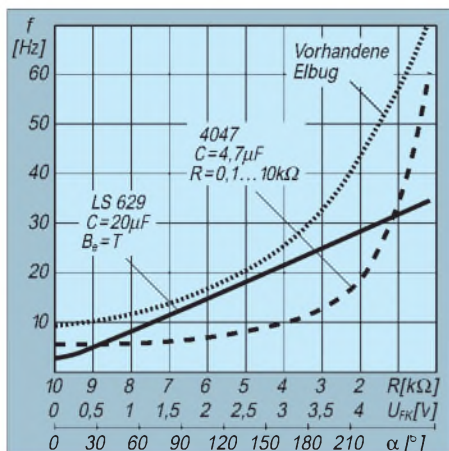

Bild 4: Taktfrequenz in Abhängigkeit von Widerstand und Drehwinkel für die beiden beschriebenen Taktgeber und einen weiteren mit 74 LS 13
Weniger schön war der Zusammenhang zwischen Drehwinkel am Potentiometer ($R = 10\text{ k}\Omega$, gestrichelte Kurve) und Taktfrequenz, gemessen an Pin 10 (Q). Aus Bild 4 ist ersichtlich, daß es im letzten Drittel des möglichen Drehwinkels „mächtig losgeht“. Dafür kann man in den beiden ersten Dritteln zwar drehen, ohne daß sich jedoch viel ändert.
In Bild 4 ist auch für diese Schaltung die Abhängigkeit der Frequenz von der Spannung an F_k und dem Potentiometer-Drehwinkel zu sehen. Damit kann wegen des linearen Zusammenhanges zwischen Taktfrequenz und Telegrafiergeschwindigkeit am Potentiometer eine Skalierung in Wpm oder Bpm erfolgen.
Mit einem genügend hochohmigen Meßinstrument wäre (bei entsprechender Eichung) die Anzeige der Telegrafiergeschwindigkeit durch die Spannungsmessung an F_k möglich! Zu Vergleichszwecken wurde in Bild 4 noch der Einstellbereich des vorhandenen Taktgebers (mit der Schmitt-Trigger-IS 74 LS 13) eingefügt (Punktlinie).